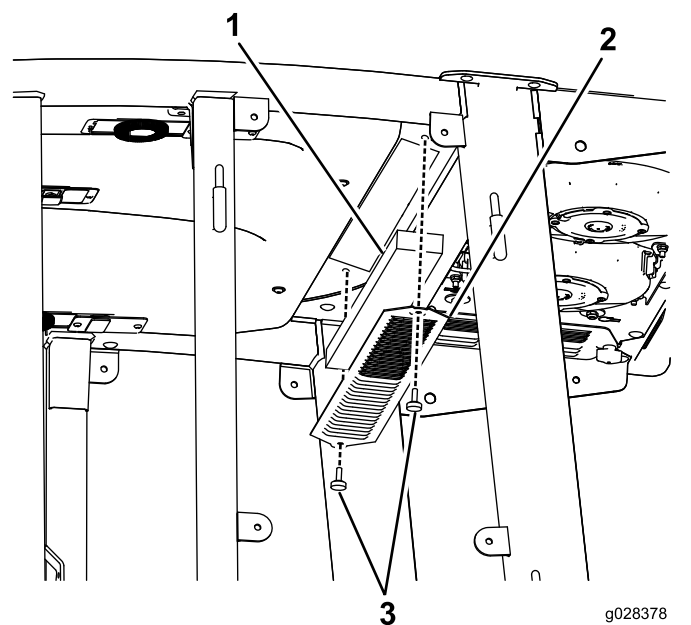

Figure 138
3. Déposez le pavillon de la cabine en retirant les 22 boulons de fixation du pavillon (Figure 138).
4. Déposez les filtres à air (Figure 138).
5. Déposez et nettoyez les serpentins de climatisation (Figure 138).